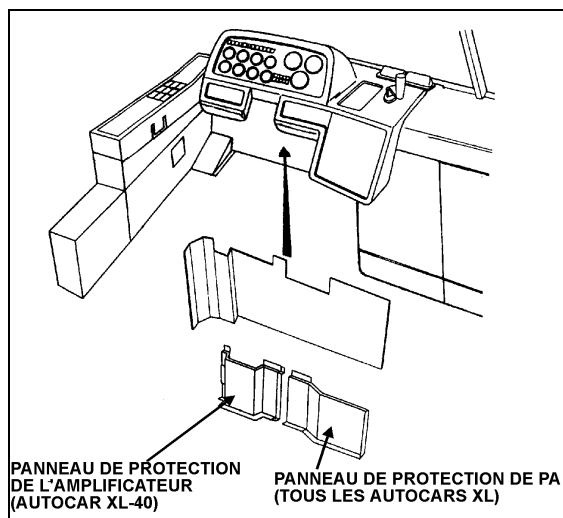

FIGURE 1
2. Enlever les vis fixant le panneau de protection de l'amplificateur (fig.1) et le retirer.